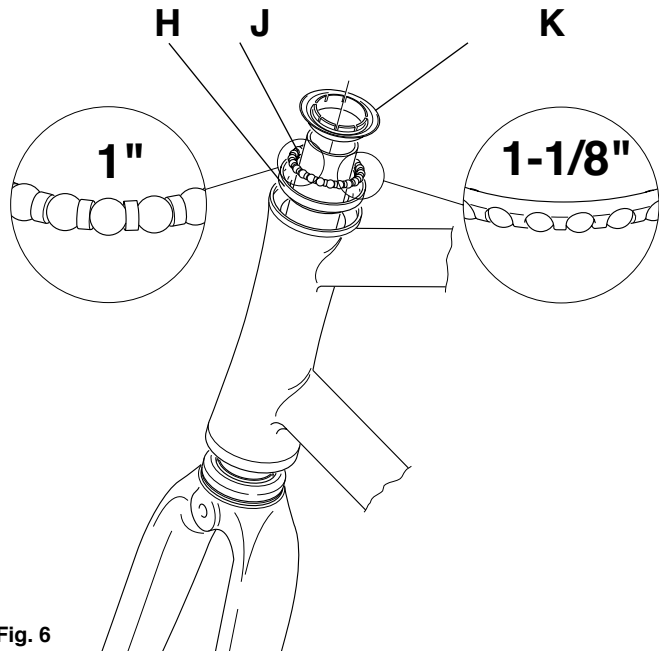

Fig. 6
- I Nota:** le due gabbiette a sfere (F - Fig. 5 e J - Fig. 6) sono uguali; anche le due calotte (G - Fig. 5 e H - Fig. 6) sono uguali.
- GB Note:** the two retainer bearings (F - Fig. 5 and J - Fig. 6) are identical and also the two bearing cup races (G - Fig. 5 and H - Fig. 6) are also identical.
- D Hinweis:** Die beiden Kugelringe (F - Abb. 5 und J - Abb. 6) sind identisch; auch die beiden Lagerschalen (G - Abb. 5 und H - Abb. 6) sind gleich.
- F Note :** les deux cages à billes (F - Fig. 5 et J - Fig. 6) sont les mêmes, ainsi que les deux cuvettes (G - Fig. 5 et H - Fig. 6).
- E Nota:** los dos portabolas (F - Fig. 5 y J - Fig. 6) son iguales, así como las dos cazoletas (G - Fig. 5 y H - Fig. 6).
- NL Opmerking:** de twee kogellagers (F - fig. 5 en J - fig. 6) zijn identiek en ook de twee kogelcups (G - fig. 5 en H - fig. 6) zijn identiek.
- I** • Inserite la forcella nel tubo sterzo del telaio e posizionatevi come illustrato (Fig. 6) la calotta (H) dopo averne ingrassato abbondantemente l'interno, la gabbietta a sfere (J) ben ingrassata prestando attenzione al verso di montaggio (sfere rivolte verso l'alto per 1" e verso il basso per 1-1/8") e infine il cono superiore (K).
- GB** • As shown in fig. 6, insert the fork steerer into the head tube of the frame. Before inserting the bearing cup race (H) and the retainer bearing (J), lubricate both thoroughly, paying attention to the orientation (balls facing upward for 1" and facing downward for 1-1/8"), and then insert the upper bearing cone race K (CAUTION!: this is different from part E. Do not confuse these two parts).
- D** • Die Gabel in das Gabelschaftrohr des Rahmens einführen und dann (wie in Abb. 6 dargestellt) die innen sehr gut eingefettete Lagerschale (H) einsetzen. Danach unter Beachtung der Montagerichtung (Kugeln für 1" nach oben gerichtet und für 1-1/8" nach unten gerichtet) den gut gefetteten Kugeling (J) und schließlich den oberen Konus (K) einsetzen.
- F** • Insérer la fourche dans le tube de direction du cadre. Comme le montre la figure 6, y positionner la cuvette (H) après l'avoir largement graissée à l'intérieur, la cage de billes (J) bien graissée elle aussi, en faisant bien attention au sens de montage (avec les billes tournées vers le haut pour 1" et vers le bas pour 1-1/8"). Monter enfin le cône supérieur.
- E** • Meter la horquilla en la barra de dirección del cuadro y, como aparece en la Fig. 6, colocar la cazoleta (H) tras haber engrasado abundantemente su parte interior, y el portabolas (J) bien engrasado, teniendo cuidado de ponerlos en el sentido apropiado (bolas dirigidas hacia arriba para 1" y hacia abajo para 1-1/8"), y por último, instalar el cono superior (K).
- NL** • Plaats de vorkbuis in de balhoofdbuis van het frame, zoals afgebeeld in fig. 6, plaats de kogellagercup (H) en de bijbehorende kogellagers (J). Zorg ervoor dat de kogellagers goed ingevet zijn en dat ze in de juiste richting geplaatst worden (naar boven gericht voor 1" en naar beneden gericht voor 1-1/8"). Plaats vervolgens de bovenste kogellagercup K (aandacht: dit is anders dan deel E).